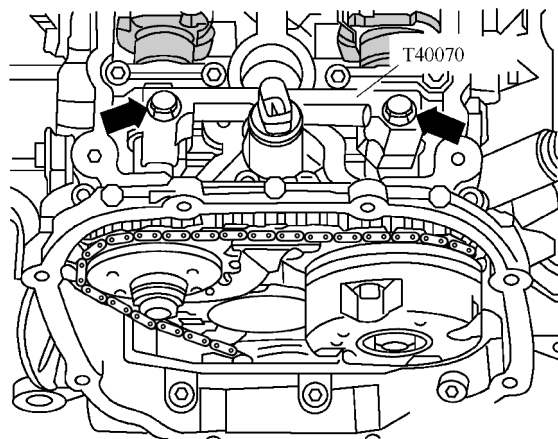

图 1-5-19 将曲轴和凸轮轴置于上止点
(9) 将气缸盖密封件置于定位销上。标记“oben(上部)”或零部件编号的必须指向气缸盖。
(10) 在安装一个带已装配凸轮轴的翻新气缸盖时，在安装气缸盖后必须对凸轮推杆和凸轮滑轨间的接触面上油。
(11) 在安装气缸盖前才允许去除用于保护敞开的气门的塑料座。
(12) 在更换气缸盖或气缸盖密封件时必须更换所有冷却液。
(13) 用符合标准情况的软管夹圈锁死所有软管连接。
(14) 在安装时将所有导线扎带重新绑扎到同一部位。
(15) 操作气门机构后用手小心地旋转发动机至少 2 圈，以确保在起动时气门正常入位。
(16) 更换已污染的发动机润滑油。
(17) 如图 1-5-19 所示，在装上气缸盖前将曲轴
（9）如图 1-5-19 所示，安装凸轮轴固定装置 T40070，用 $20\text{N} \cdot \text{m}$ 的力矩拧紧螺栓。